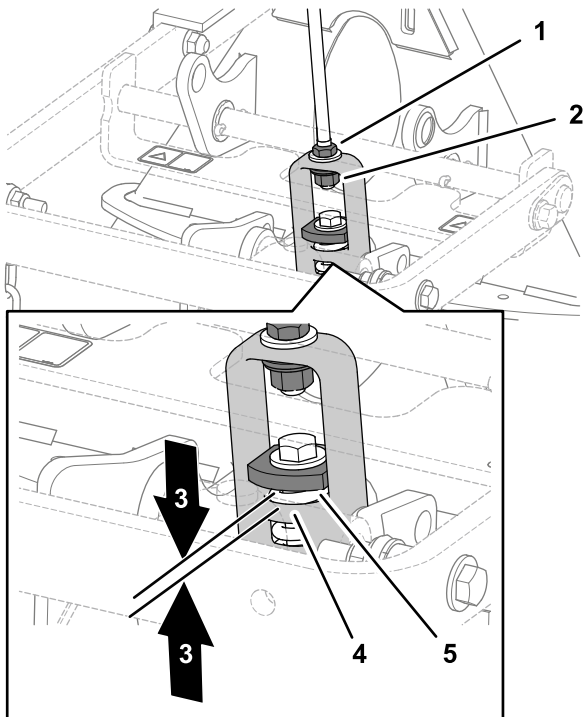

図 11
9. トラクションユニットにレーキを取り付け終わった状態で、アタッチメント側アダプタのリンクアセンブリの上部についているワッシャとスペーサとの間のすき間を測る 図 11。